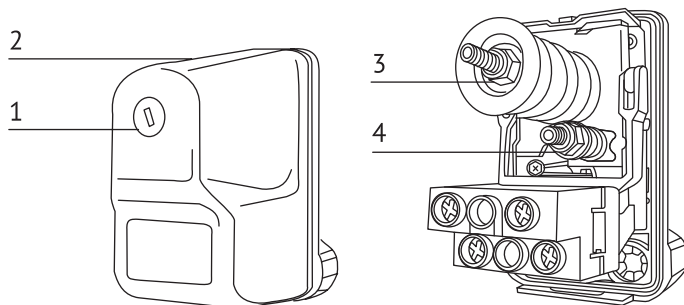

Рисунок 8. Регулировка давления включения и выключения насоса.
- открутить крепежный пластмассовый винт (1) и снять с реле крышку (см. рисунок 8);
- вращением гайки (3) отрегулировать давление включения насоса; вращение по часовой стрелке увеличивает давление включения насоса, против часовой стрелки – уменьшает;
- вращением гайки (4) настроить давление отключения насоса; вращение по часовой стрелке увеличивает давление отключения насоса, против часовой стрелки – уменьшает.